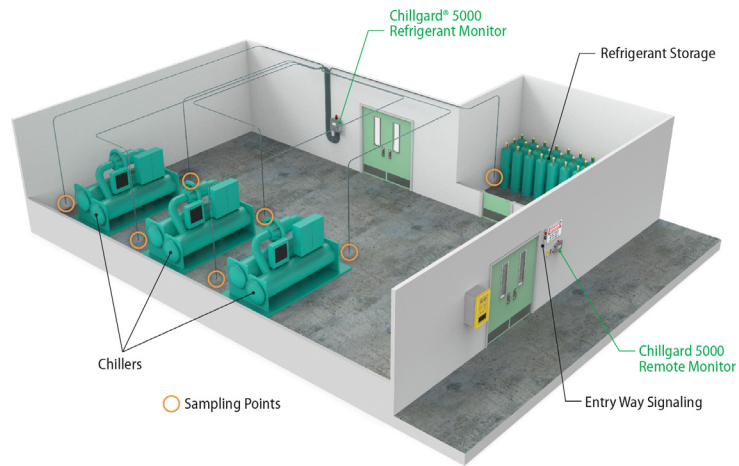
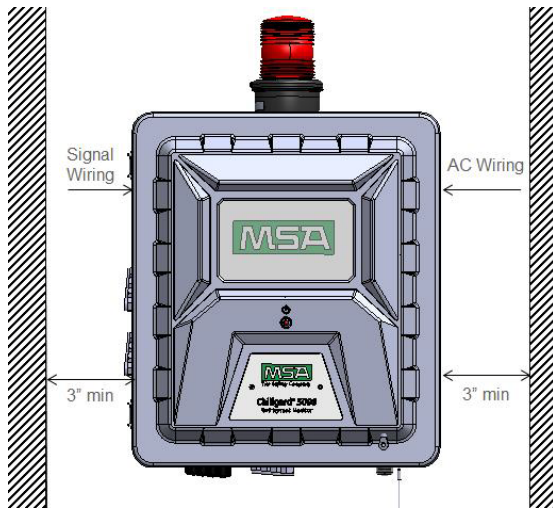

图 7 制冷剂的安装位置
图 9 设备前侧
- 安装位置应高出地面 5 英尺（1.5 米）（图 7，图 9）。
- 设备周围的间隙最少为 3 英寸（7.62 厘米），以便适当通风、标定和维修。确保有足够空间来连接外部接线和采样管道（图 9）。